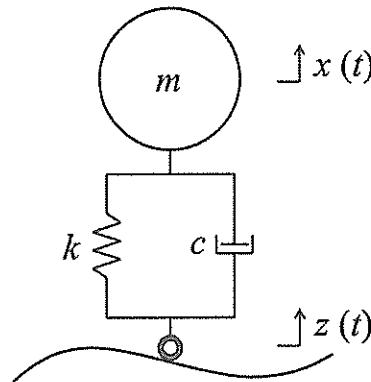
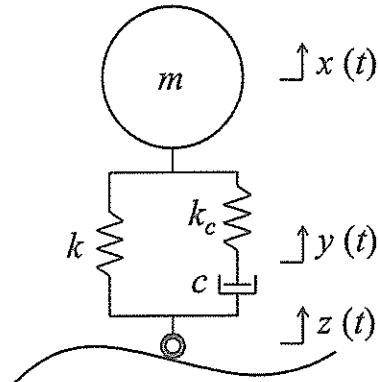

図4-1
図4-2
[4] サスペンションを有する自動車として質量  $m$  のおもりがばね定数  $k$  のばねと減衰係数  $c$  のダッシュポットによって支持されている図4-1に示した簡易なモデルがある。しかしながらサスペンションに利用されるダンパーの内部は、減衰弁を通過するオイルのみならず、圧縮されたガスも充填されているため、図4-2に示したように減衰係数  $c$  のダッシュポットにばね定数  $k_c$  のばねが直列に接続されたモデルで表現されることもある。おもりの上下方向の絶対変位を  $x$ 、ばねとダンパーの接続部の上下方向の絶対変位を  $y$ 、路面の上下方向の絶対変位を  $z$ 、時間を  $t$  とする。以下の問い合わせに答えなさい。
- (1) 変位励振を受ける図4-1の系の運動方程式を求めなさい。
- (2) 図4-1の系の固有円振動数  $\omega_n$  および減衰比  $\zeta$  を求めなさい。
- (3) 振幅  $Z$ 、円振動数  $\omega$  の変位励振  $z(t) = Z \cos \omega t$  を受ける図4-1の系のおもりの定常絶対変位応答  $x(t) = X \cos(\omega t - \phi)$  を求めなさい。ここで  $X$  はおもりの変位振幅であり、 $\phi$  は変位励振  $z(t)$  に対する位相を表す。
- (4) 図4-1の系について、入力の円振動数  $\omega$  が固有円振動数  $\omega_n$  の  $\sqrt{2}$ 倍となる場合の振幅比  $X/Z$  を求めなさい。
- (5) 図4-2の系の運動方程式を求めなさい。